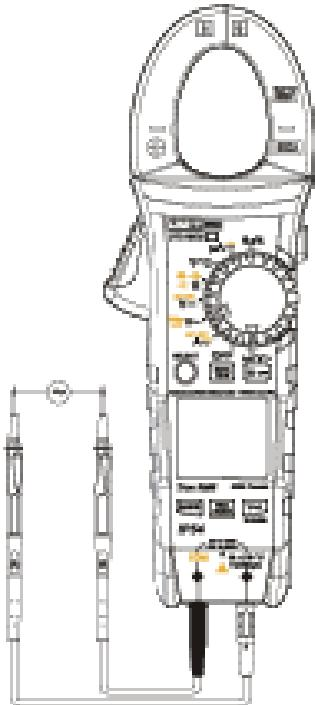

Рис.6
- и выберите диапазон измерения переменного напряжения V и параллельно подключите щупы к источнику питания или нагрузке, которую необходимо измерить. Рис.6.